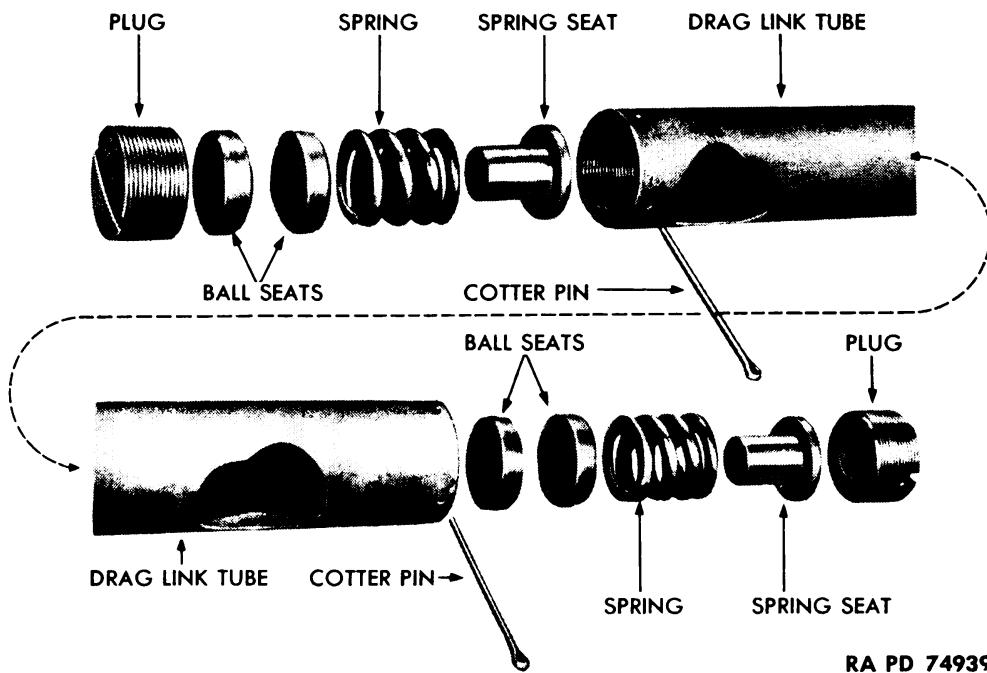

Figure 17 – Drag Link – Disassembled
27. DISASSEMBLY (fig. 17).
29. ASSEMBLY (fig. 17).